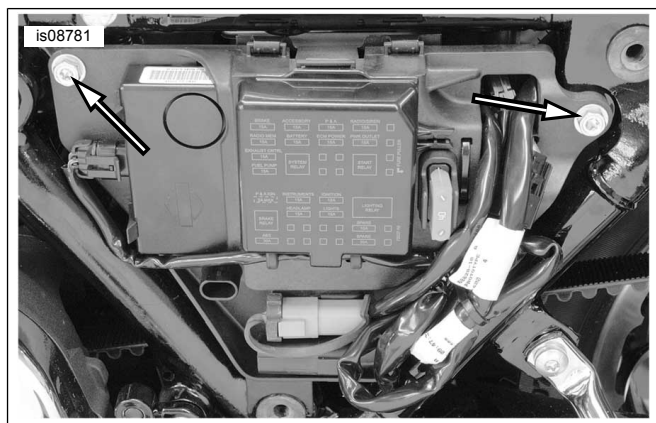
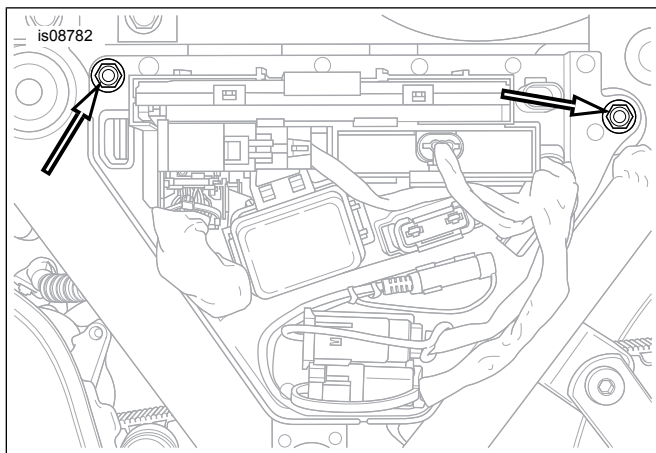

Figure 2. Dépose des vis du boîtier électrique (modèles FL de 2010 à 2013)
Figure 3. Dépose des vis du boîtier électrique (modèles FL de 2014 et plus récents)
15. **Modèles de 2010 à 2013** : voir Figure 2. **Modèles de 2014 et plus récents** : voir Figure 3. **TOUS les modèles** : déposer les deux vis fixant le boîtier. Basculer le boîtier vers l'extérieur.